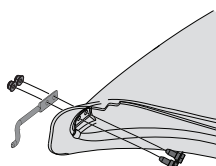

Figura 18
- Desde el interior de la bota, coloque los dos tornillos de cabeza hexagonal (738-1225) del paquete de herrajes 689-02199, a través de los orificios en la parte inferior delantera de la bota. Consulte la Figura 18.
- Coloque la varilla de montaje (747-06309) en su lugar sobre los tornillos de cabeza hexagonal. Asegúrate de que la punta de la varilla esté hacia afuera desde la bota. Consulte la Figura 18.
- Comience a enroscar las tuercas de seguridad de la brida (712-04064) en los tornillos de cabeza hexagonal. Consulte la Figura 18.